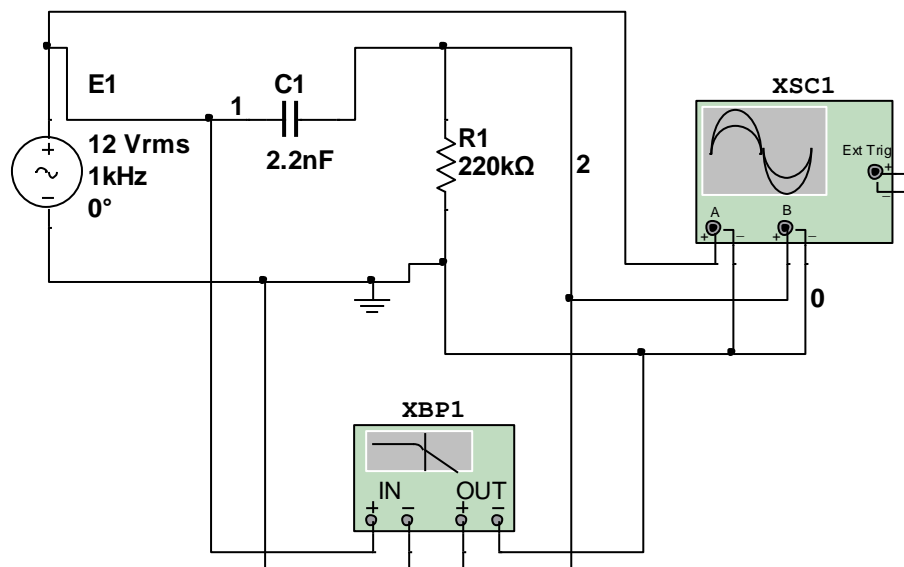

Рисунок 6.6 –Схема моделювання дослідження у Multisim 11.0
5. Проведіть моделювання дослідження у Multisim 11.0 згідно рис. 6.6 та зробіть висновки.